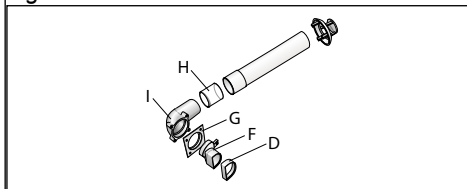

Fig. 17
- Innestare la tubazione \varnothing 35 mm o la curva a 90° alla riduzione frapponendo l'apposita guarnizione di tenuta **G** da inserire nel bicchiere della curva o del tubo (Fig. 17).
- Per unire una curva ad un tubo o due tubi tra loro innestarli e ricoprirli con la guarnizione di tenuta **H** (Fig. 17).